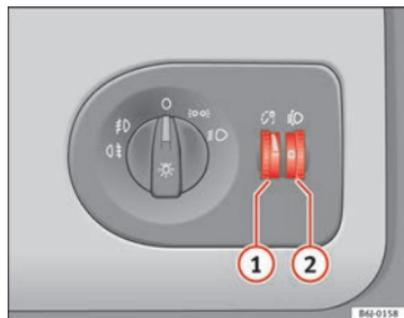

Fig. 52 Planche de bord :
Lorsque l'éclairage est mis, la luminosité du rhéostat d'éclairage des cadrans et des commandes peut toujours être réglée en tournant la molette ⇒ fig. 52 ①.